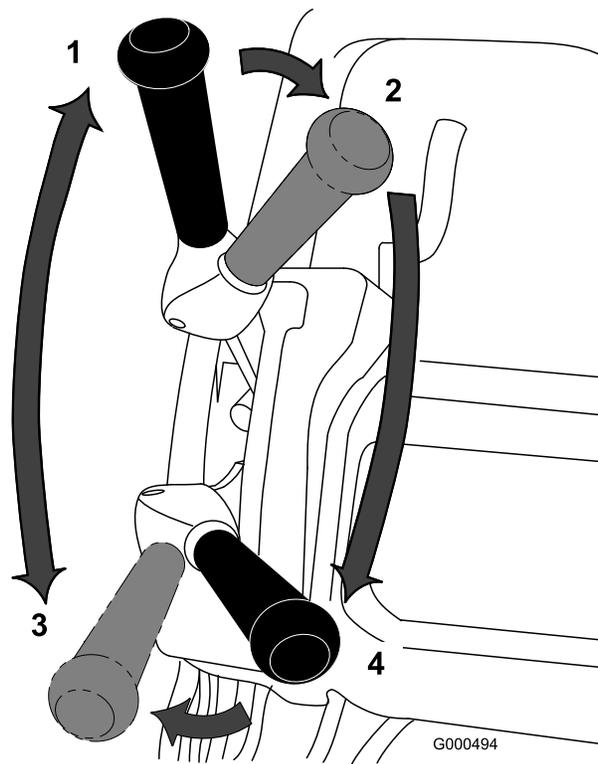

Рисунок 31
1. Включите машину, установите дроссельную заслонку на пониженные обороты двигателя, нажмите на рукоятку вниз, чтобы поднять режущий блок, нажмите механизм контроля присутствия оператора, переведите рычаг управления тягой и приводом барабана в положение ПЕРЕДНИЙ ХОД (транспортировка) и переместите машину на край грина (Рисунок 31).
2. Переведите рычаг в НЕЙТРАЛЬНОЕ положение (Рисунок 31).
3. Переведите рычаг в положение «тяга – НЕЙТРАЛЬНОЕ положение, привод барабана ВЫКЛЮЧЕН» (Рисунок 31).
4. Переведите рычаг в положение «тяга — ПЕРЕДНИЙ ХОД, привод барабана ВКЛЮЧЕН» (Рисунок 31), увеличивайте с помощью дроссельной заслонки обороты двигателя до тех пор, пока машина не будет двигаться с требуемой скоростью, переместите машину на грин, опустите режущий блок на землю и начните скашивание.